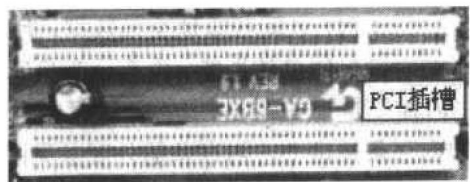

图 1.6 PCI 扩展槽
⑥ 总线扩展槽。总线是连接 CPU 和内存、缓存、外部控制芯片之间的数据通道。控制芯片和扩展槽之间也有数据通道,称为扩展总线或者局部总线。扩展总线允许用户通过安装新的扩展卡来扩充微机的功能。例如,安装显卡用来连接显示器,安装声卡可以增加声音功能,安装网卡用来连接网络等。主板上的扩展槽越多,用户可安装的扩展卡就越多。通常每块主板提供 5~8 个扩展槽,它们往往是不同的总线类型。扩展槽的每一边都有针,它和所插入板卡的连接器边缘相接触。微机上主要有以下几种总线扩展槽。
- PCI 扩展槽。PCI 总线是 Intel 公司开发的一套局部总线系统,它支持 32 位或 64 位的总线宽度。PCI 的工作频率为 33MHz,数据传输能力达到了 32 位,传输频宽是 133Mb/s。PCI 总线支持即插即用。PCI 扩展槽是一种白色的短槽,它是现在比较先进的一种总线标准。PCI 扩展槽外观参见图 1.6。